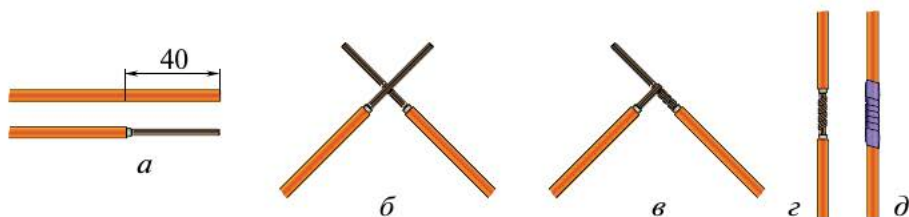

Рис. 10.4. Последовательность сращивания многожильных проводов
1. Разметить концы проводов на длину 40 мм. Снять монтажным ножом или специальным приспособлением изоляцию на концах сращиваемых проводов (рис. 10.4, *а*).
2. Наложить оголённый конец одного провода на другой на расстоянии $\frac{2}{3}$ длины оголённого конца под углом 90° (рис. 10.4, *б*).
3. Скрутить оголённый многожильный провод руками (рис. 10.4, *в*).
4. Скрутить концы проводов руками: правый обвить вокруг левого и левый — вокруг правого. Обжать скрутку пассатижами (рис. 10.4, *г*).
6. После охлаждения место пайки обмотать изоляционной лентой (рис. 10.4, *д*).
4. Выполните сращивание двух многожильных проводов (см. рис. 10.4).